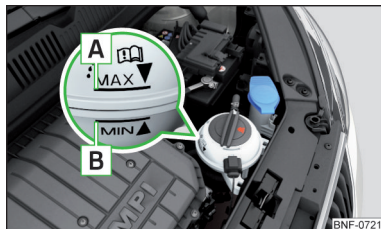

Fig. 110
Kølevæskens betegnelse er angivet på kølevæskebeholderen » Fig. 110 på side 109.
- Påfyld ikke kølevæske over markeringen **A** » Fig. 110 på side 109.
**Kølevæskebeholder** » Fig. 110
➤ Kontroller kølevæskestanden på kølevæskebeholderen » Fig. 110.
Når motoren er driftsvarm, kan kontrolresultatet blive upræcist. Standen kan også ligge over markering **A** » Fig. 110.